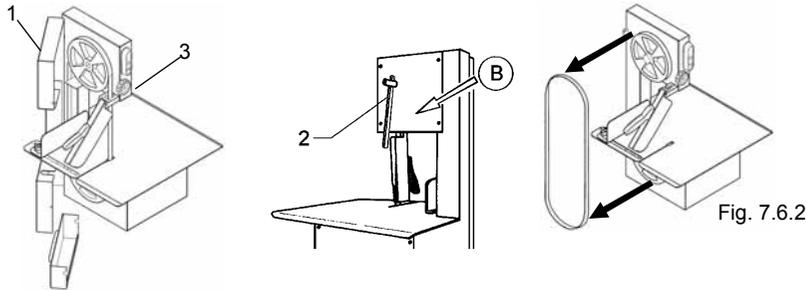

Fig. 7.6.2
7.6.2 Sostituzione della lama (Fig. 7.6.2)
- Correr la palanca "2" hacia abajo, como lo indica la Fig. 7.6.2 con la flecha "B".